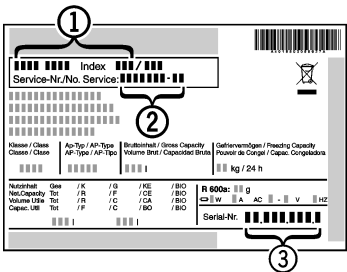

Fig. 9
▶ Relever la désignation de l'appareil Fig. 9 (1), le n° de service Fig. 9 (2) et le n° de série Fig. 9 (3) sur la plaquette signalétique. Cette plaquette se trouve sur la paroi intérieure gauche de l'appareil.
- ▶ Informer le S.A.V. et lui communiquer la panne, la désignation de l'appareil Fig. 9 (1), le n° de service Fig. 9 (2) et le n° de série Fig. 9 (3).